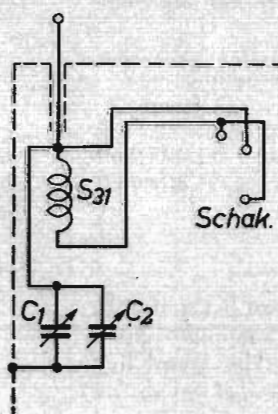

fig. 1 (oorspr.)
- In het hoogfrequent deel van de schakeling worden de in fig. 1, 2 en 3 getekende veranderingen aangebracht.